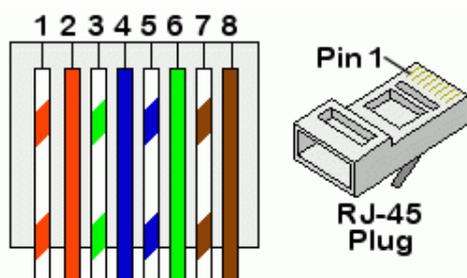

Figura 10 - Pinout connettore RJ45
- 2) Figura 10 si riporta il pin-out del connettore RJ45.